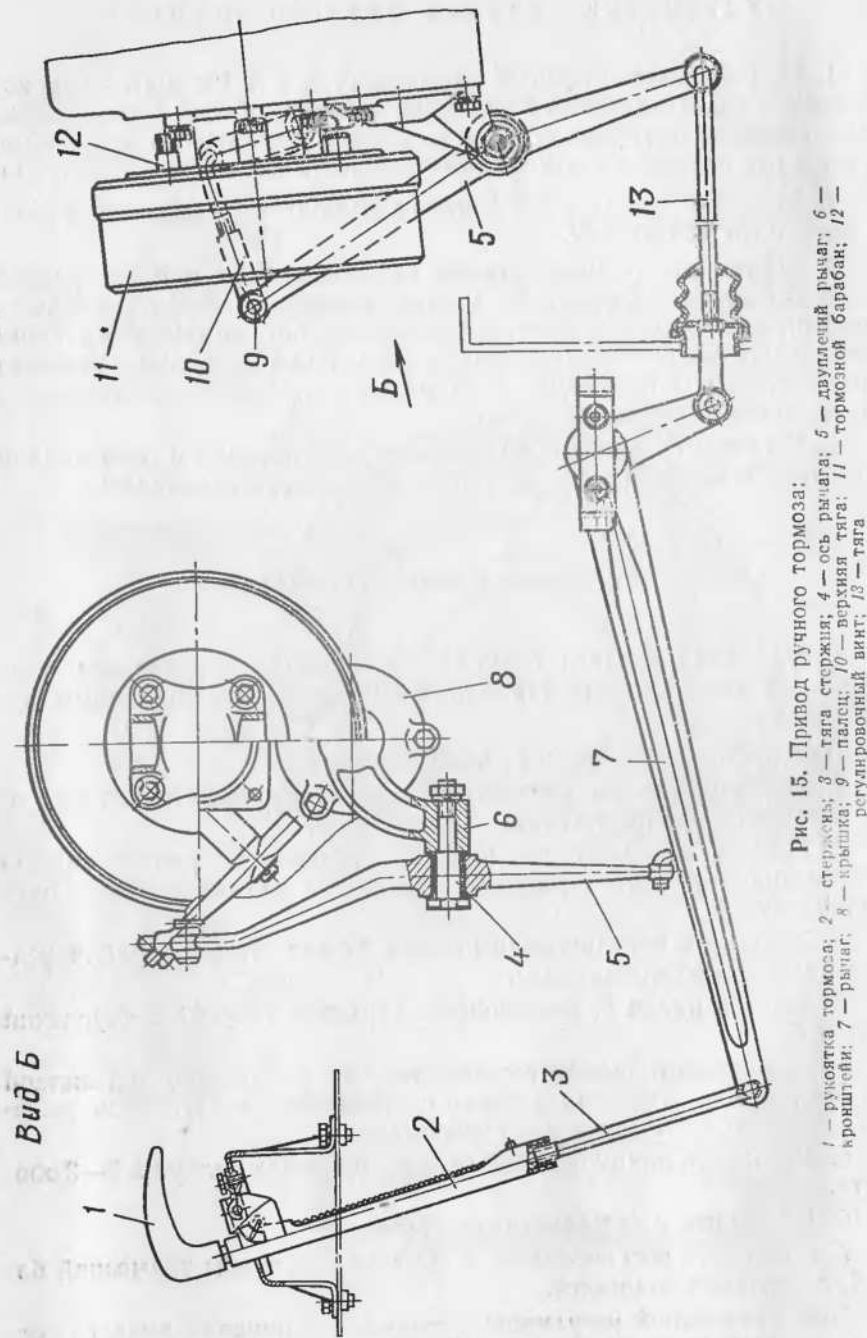

Рис. 15. Привод ручного тормоза:
2. Поставить рукоятку 1 (рис. 15) тормоза в крайнее нижнее положение. При этом тормозной барабан 11 должен свободно проворачиваться.